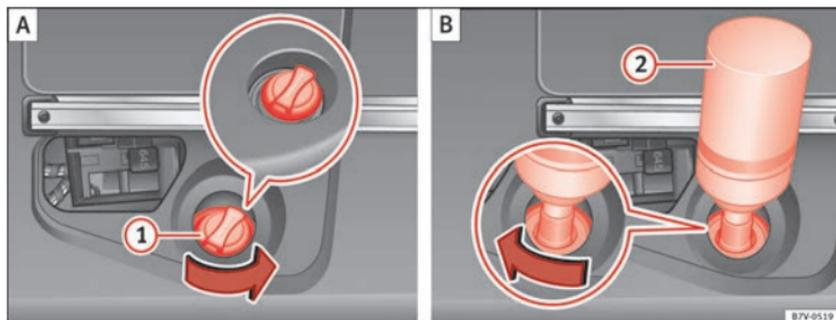

Abb. 168 AdBlue-Tank mit Verschluss des Tankeinfüllstutzens und Nachfüllflasche.
- Verschluss des Tankeinfüllstutzens ⇒ Abb. 168 ① entgegen dem Uhrzeigersinn herausdrehen.
- Verschluss des Tankeinfüllstutzens ⇒ Abb. 168 ① im Uhrzeigersinn hineindrehen, bis er eingerastet ist.